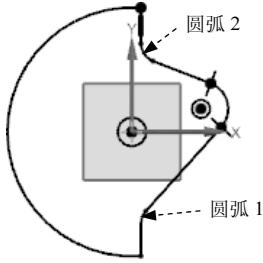

图 5.12.6 添加等半径约束
(2) 单击“等半径”按钮 $\text{E}$ ，选取图 5.12.6 所示的两圆弧，则添加“等半径”约束。